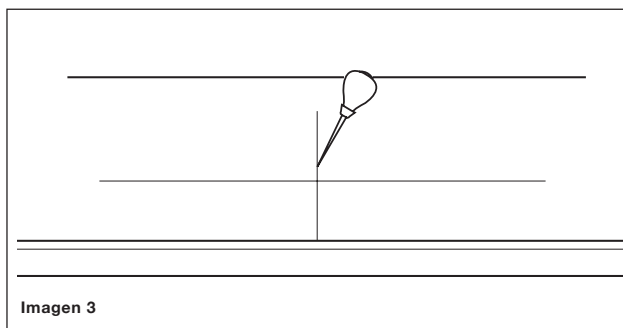

Imagen 3
- Determine la localización de la tarja y marque líneas en el centro, utilizando una regla o guía para bordes rectos con un punzón (ver imagen 3).